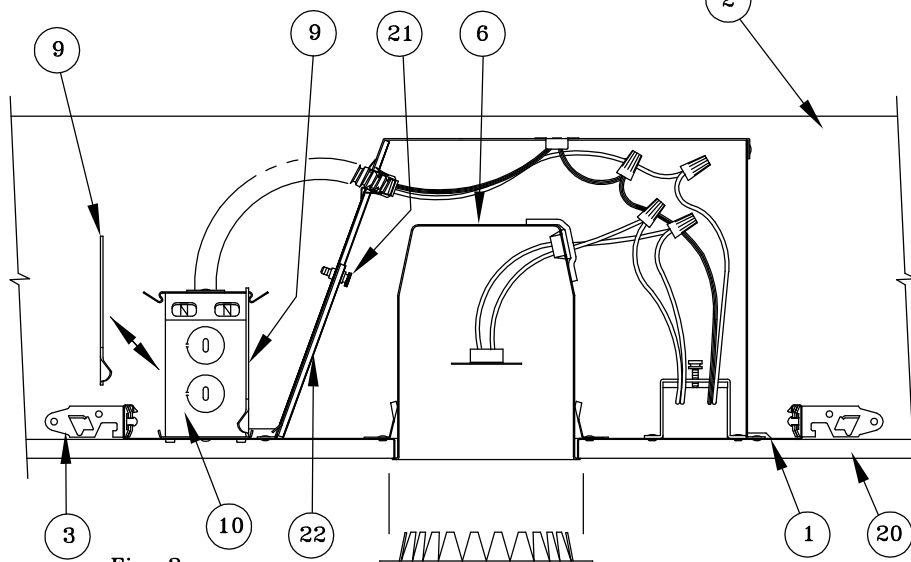

Fig. 2
- 7.- For air-tight applications or to meet Washington State Energy Code Requirements fill the space between the housing (6) and the drywall ceiling (20) with silicone caulking, tape, or any other means acceptable to the local code official. Progress Lighting Gasket Kit P8588-01 (purchased separately) can be used for this purpose. (See Fig. 2)
- 7.- Para instalaciones hermeticas o para cumplir con las exigencias del Código de Energía del Estado de Washington, rellenar el espacio entre la cubierta (6) y el cieloraso (20) de muro de mampostería sin mortero con una masilla de silicona, cinta, o otro medio conforme al código local oficial. Se puede usar el Kit de Junta Progress Lighting P8588-01 (comprar por separado). (Vea Fig. 2).
- 7.- Pour les applications hermetiques ou pour satisfaire aux exigences du Code de l'énergie de l'état de Washington, combler l'espace entre le logement (6) et le plafond (20) en mur de pierres sèches avec un mastic de silicone, ruban, ou autre moyen qui conforme au code local officiel. On peut utiliser le Nécessaire de Joint Progress Lighting P8588-01 (acheter séparément). (Voir Fig. 2).